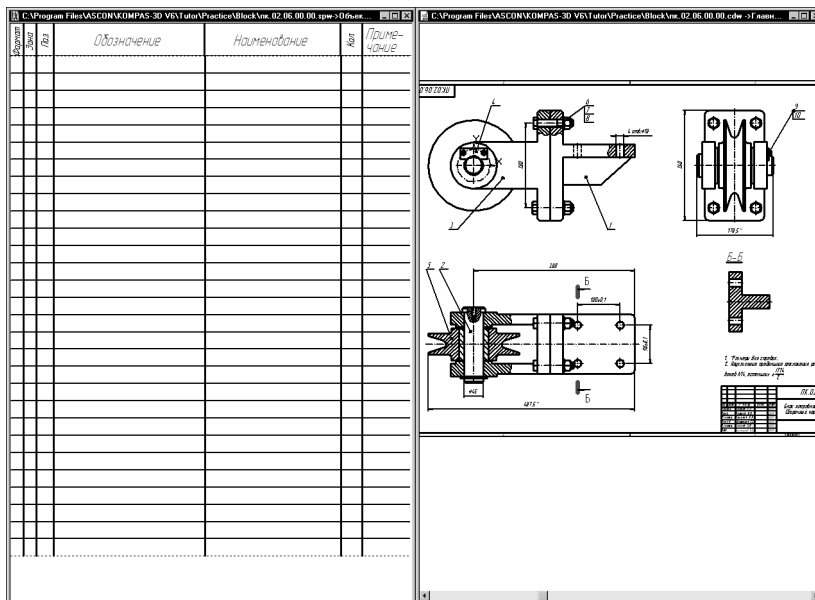

Рис. 57.45.
3. Переключитесь в окно чертежа, нажмите кнопку **Показать все**, а затем установите для трех проекций **Блока** максимально возможный масштаб (рис. 57.45).